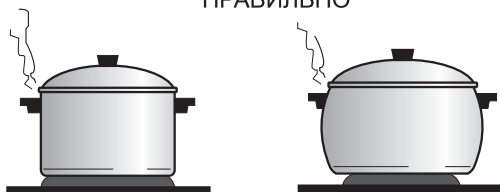

Рис. 9
- Для правильной работы плиты посуда должна иметь плоское дно, хорошо прилегающее к поверхности конфорки. Диаметр посуды должен равняться или быть немного больше диаметра конфорки (рис. 9).